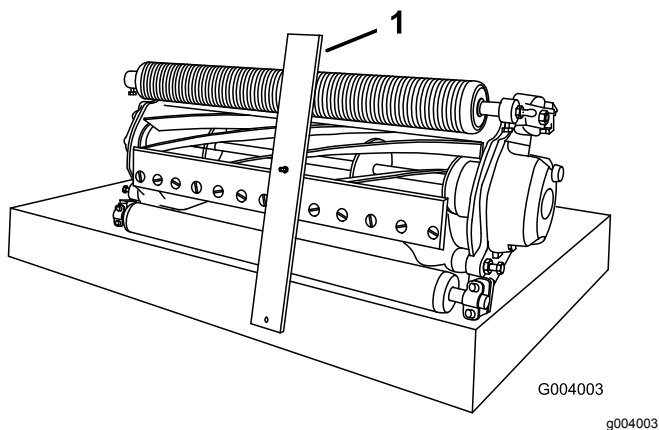

图19
2. 将剪草高度调刀尺的螺栓头钩在底刀刀刃的右侧并将调刀尺的后端放到滚筒后部上 图19。